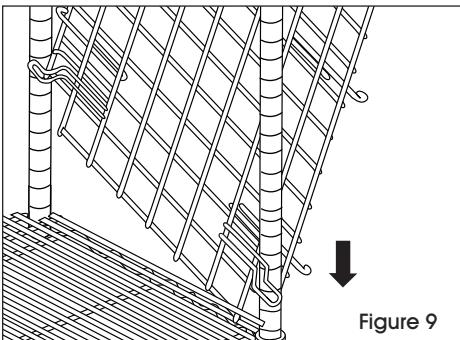

Figure 9
1. Montez les panneaux latéraux en vous assurant que les boucles du haut sont orientées vers l'intérieur. Inclinez le panneau pour qu'il se fixe autour des montants des deux côtés, puis glissez-le vers le bas de façon à ce que les boucles se retrouvent au-dessus du manchon en métal qui était installé au dessus du montant. (Voir Figure 9)